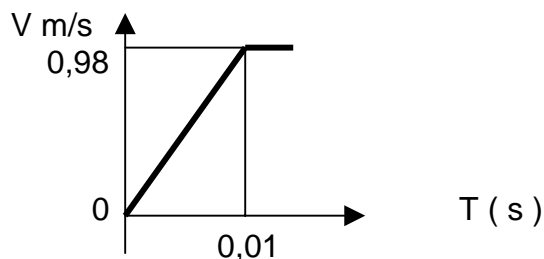

figure 1
2.2.1) A l'aide de la figure 1, déterminer l'accélération linéaire **a** du ticket lors du démarrage.